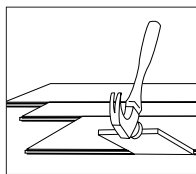

Figure 9
- Il peut être nécessaire d'aligner les planches à l'aide d'un morceau de bois de rebut (Figure 9 - en le gardant vers le bas pour éviter d'endommager le bord de la planche.)